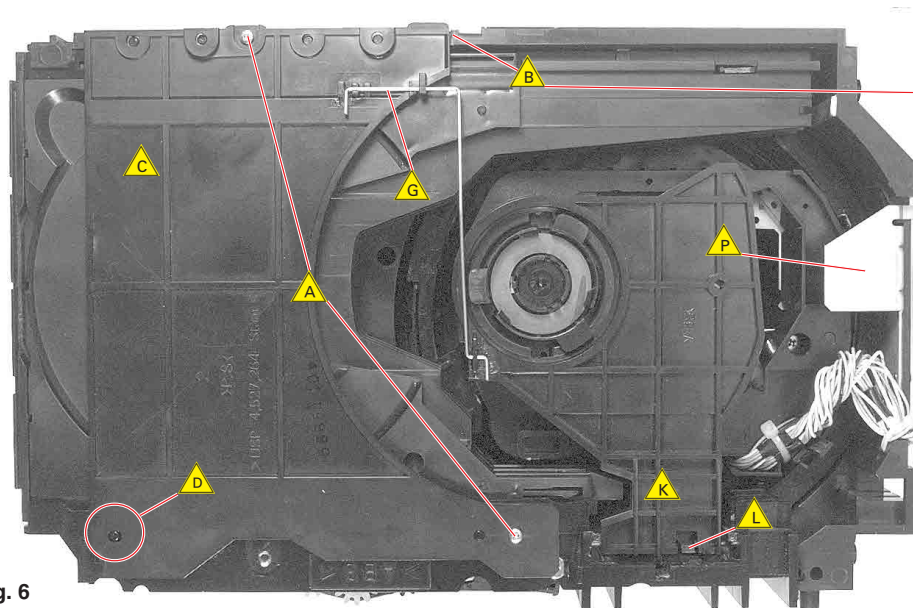
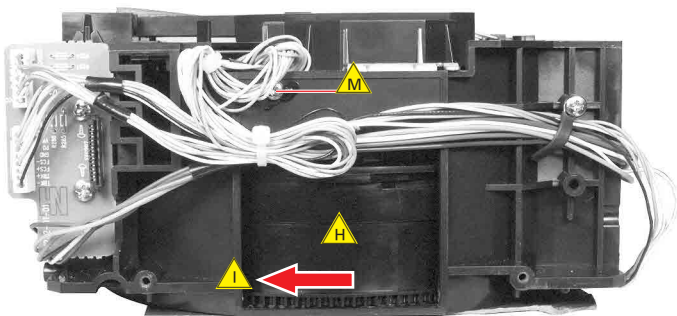
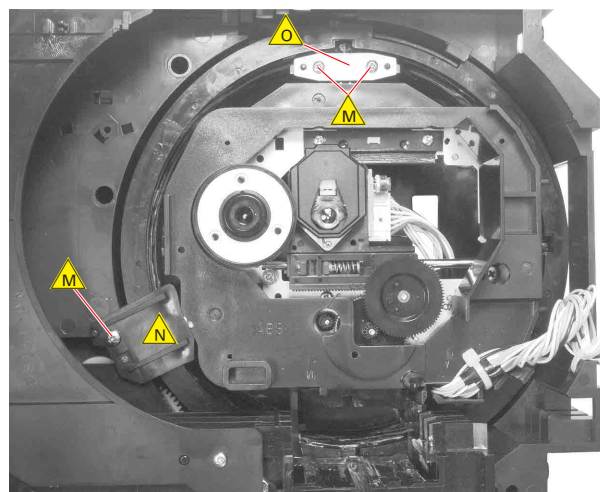

Fig. 6
Fig. 10
Fig. 11
- 2 Schrauben $\triangle A$ (Fig. 6) herausschrauben.
- Rastnase $\triangle B$ (Fig. 6) ausrasten und Abdeckung $\triangle C$ (Fig. 6) anheben.
- Abdeckung $\triangle C$ (Fig. 6) an Fixierung $\triangle D$ (Fig. 6) aushängen und abnehmen.
- Undo 2 screws $\triangle A$ (Fig. 6).
- Disengage notch $\triangle B$ (Fig. 6) and lift cover $\triangle C$ (Fig. 6).
- Unhook cover $\triangle C$ (Fig. 6) at fixing point $\triangle D$ (Fig. 6) and remove.
- Feder $\triangle_G$ (Fig. 6) ausrasten und abnehmen.
- Steuerrad $\triangle_H$ (Fig. 10) von Hand auf Anschlag in Richtung $\triangle_I$ (Fig. 10) drehen.
- Rastung $\triangle_L$ ausrasten (Fig. 6) und CD-Halter $\triangle_K$ (Fig. 6) ca. 1 cm nach oben ziehen.
- 4 Schrauben $\triangle_M$ (Fig. 10/11) herausschrauben und die drei Halter $\triangle_N$, $\triangle_O$ (Fig. 11) und $\triangle_P$ (Fig. 6) herausnehmen.
- Unhook spring $\triangle_G$ (Fig. 6) and remove.
- Turn the cam wheel $\triangle_H$ (Fig. 10) to its stop in direction $\triangle_I$ (Fig. 10) by hand.
- Disengage notch $\triangle_L$ (Fig. 6) and pull off the CD holder $\triangle_K$ (Fig. 6) for about 1 cm.
- Undo 4 screws $\triangle_M$ (Fig. 10/11) and remove 3 holders $\triangle_N$, $\triangle_O$ (Fig. 11) and $\triangle_P$ (Fig. 6).